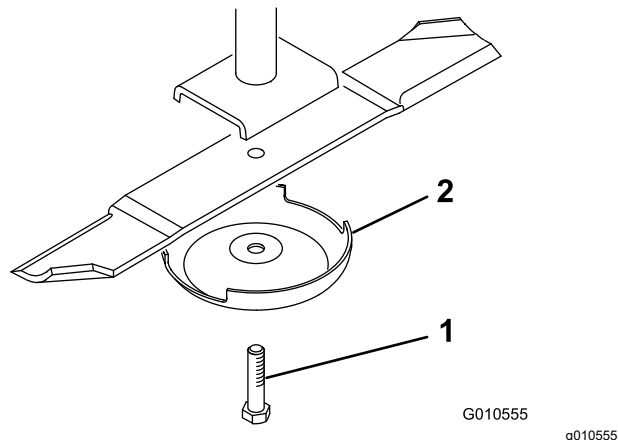

Рисунок 30
2. Возьмитесь за конец ножа рукой в перчатке на толстой подкладке или через слой ветоши. Снимите болт ножа, защитный колпак и нож с вала шпинделя (Рисунок 30).